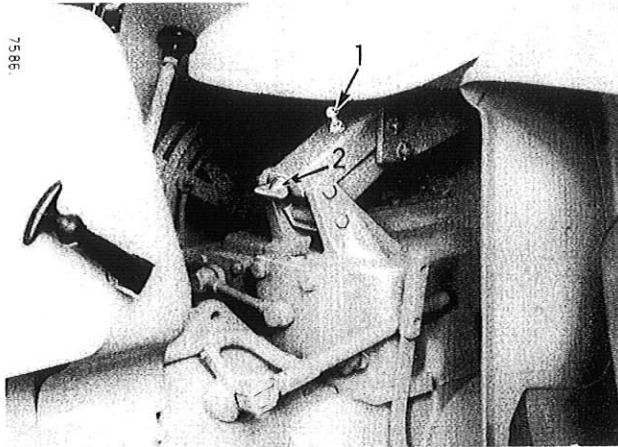

Bild 67
Durch Anziehen der Flügelschraube (2) Bild 67 kann eine härtere Federung, durch Lösen der Flügelschraube eine weichere Federung erzielt werden. Bevor die Federung mittels der Flügelschraube verstellt werden kann, die Sechskantschraube an der Sitzschwinge (1) Bild 67 lösen. Nach beendeter Einstellung diese Schraube wieder festziehen.